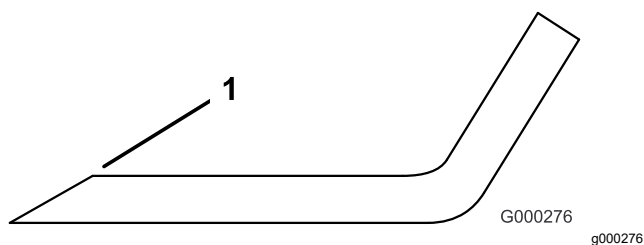

Figure 27
4. Examinez les tranchants de toutes les lames et aiguiser-les s'ils sont émoussés ou ébréchés (Figure 27).
**Remarque:** N'aiguiser que le haut du tranchant et conservez l'angle de coupe d'origine pour obtenir une coupe nette (Figure 27). Limez la